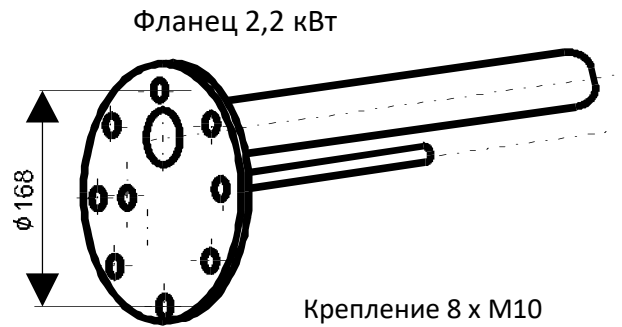

Рисунок 7
**Водонагреватель необходимо оснастить универсальным электрическим нагревательным блоком** с фиксированной или выбираемой мощностью нагревательных элементов. Нагревательный блок состоит из фланца, к которому приварен одна или три гильзы для керамических нагревательных элементов и гильза для датчиков регуляции (Рисунок 7). Блок закреплен 8 винтами M10 с шагом 168 мм.